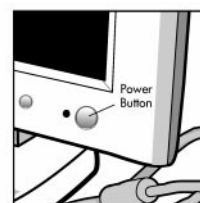

Abbildung F.1
6. Schalten Sie den Monitor (Abbildung F.1) und den Computer ein.